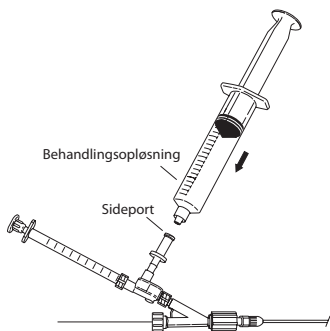

Fig. 7
9. Start proceduren for den ønskede administration af behandlingsopløsning ved at fjerne 20 mL sprøjten med den hepariniserede saltvandsopløsning og lad en opløsningsoverfladebue blive på sideport-fittingen. Sørg for at alle luftbobler er tømte, inden en anden væskefyldt sprøjte sættes på sideporten. Sæt på igen med en sprøjte fyldt med en behandlingsopløsning. **(Fig. 7)**